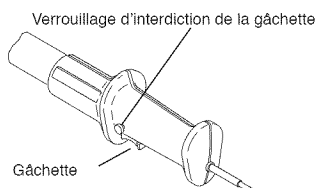

Figure 10 - Poignée de la scie à perche avec verrouillage d'interdiction de la gâchette
4. Lorsque vous êtes prêt à faire une coupe, enfoncez le verrouillage d'interdiction de la gâchette, puis appuyez sur la gâchette (voir la Figure 10). Ceci met en marche la scie. Pour mettre la scie à l'arrêt, vous relâchez la gâchette. S'assurer que la chaîne tourne à la vitesse maximum avant d'entamer l'entaille.